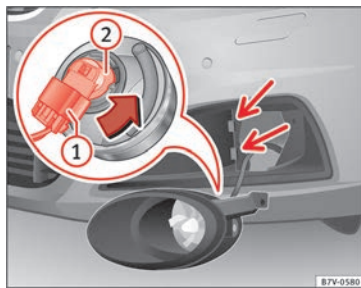

Fig. 216 Cambio de las lámparas de los faros.
3. Inclíne el faro ligeramente hacia delante y extraígalas de sus alojamientos laterales » fig. 216 (flechas pequeñas).
4. Desbloquee el conector » fig. 216 ① y retírelo.
5. Gire el portalámparas » fig. 216 ② hasta el tope hacia la izquierda, en el sentido de la flecha, y extraígalas junto con la lámpara retirándolo hacia atrás.
8. Encaje el conector » fig. 216 ① en el portalámparas ②. El conector debe encastrar de forma audible.
9. Coloque el faro en los alojamientos » fig. 216 (flechas pequeñas) e inclínelo hacia atrás.